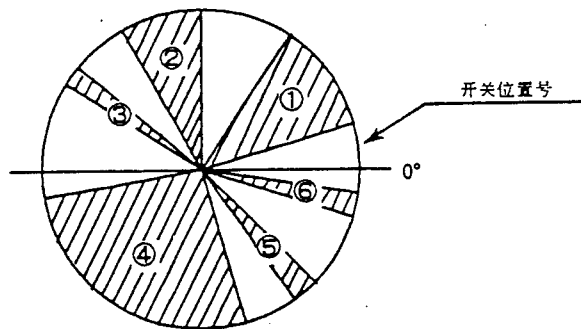

图3-1 凸轮开关图
* 凸轮开关位置图如图3-1所示。当信号进入图中阴影区域，其电路便开始运转。这时，系统控制器对凸轮开关的六个接续端的开闭进行判定检查，以决定录像机的工作状态。